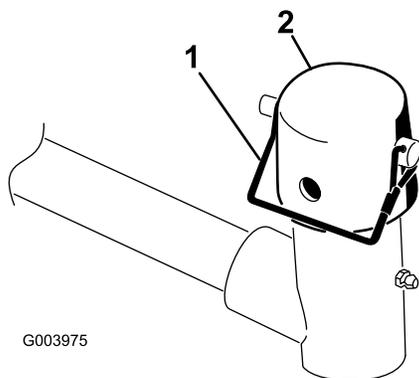

**Figura 8**
**Importante:** En las unidades de corte N° 4 (delantera izquierda) y N° 5 (delantera derecha) (Figura 6), utilice las tuercas de montaje del soporte de la varilla para instalar las guías de mangueras en la parte delantera de las pestañas de la unidad de corte (Figura 7). Las guías de mangueras deben estar inclinadas hacia la unidad de corte central (Figura 7 y Figura 8).